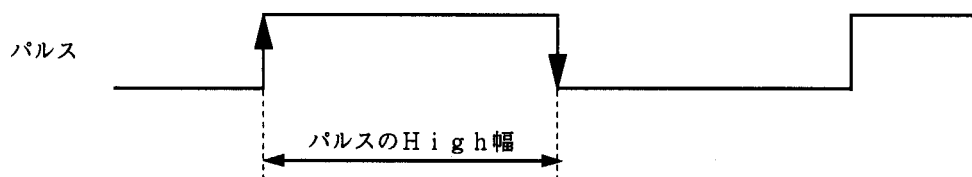

図1 パルスのHigh幅測定タイミング
(1) 図1に示すように、パルスのHigh幅を測定し、結果をRAMに設定します。
(2) パルスのHigh幅は $5\mu\text{s}$ から 13ms まで 200ns 単位で測定可能です。